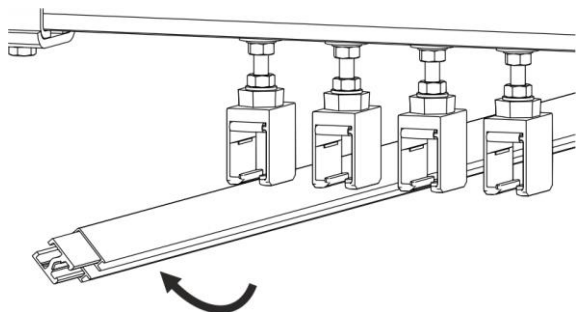
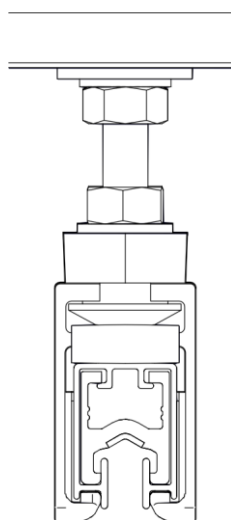

Abb. 73: Schiene in Schienenhalter einklipsen
Abb. 74: Schiene ist in Schienenhalter eingeklippt
- Die erste Schleifleitungsschiene unter ca. 45° in den Schienenhalter einführen und einklipsen (siehe Abb. 73). Darauf achten, dass die Schleifleitungsschiene richtig einrastet und der Schienenhalter das Isolierprofil oben und unten umfasst (siehe Abb. 74).